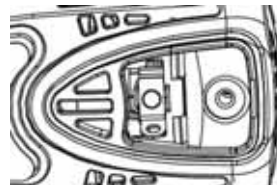

Abb. 3
- C. Neue Karbonbürsten werden korrekt eingebaut. (Siehe Abb.3).